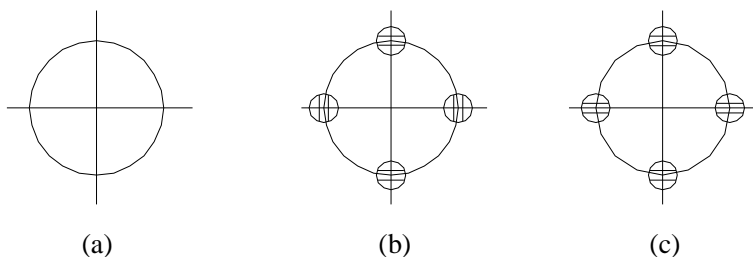

图7-8
将已定义的图块 LD 沿 7-8(a)所示圆周平行等分放置 4 个，结果如图 7-8(b)所示。其操作步骤如下：
2. 当在 Align block with object? [Yes/No] <Y>选项后输入“Y”,则插入图块以插入点为轴旋转至与被等分实体平行,若在提示后输入“N”,则插入块以原始角度插入。图 7-8(b)为选择“Y”的结果,图 7-8(c)为选择“N”的结果。